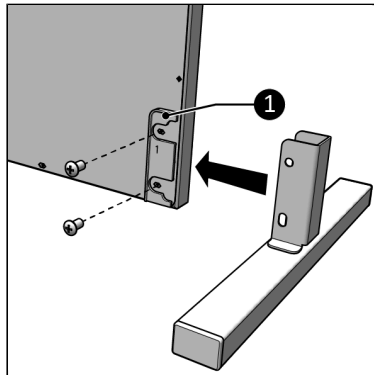

Figure 63.
3. Placez les plaques en plastique accompagnant le produit sur l'arrière du chauffage (Figure 63, pos. 1)